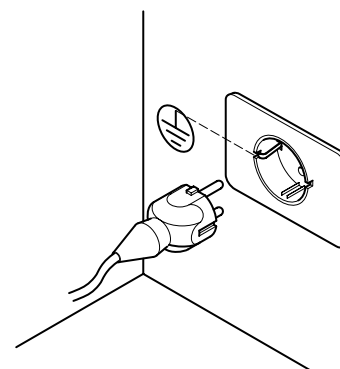

fig. 5.11
- ! Die Anlage muss obligatorisch geerdet und gemäß den geltenden Gesetzen mit einem Fehlerstromschutzschalter ausgestattet sein (Abb. 5.11).